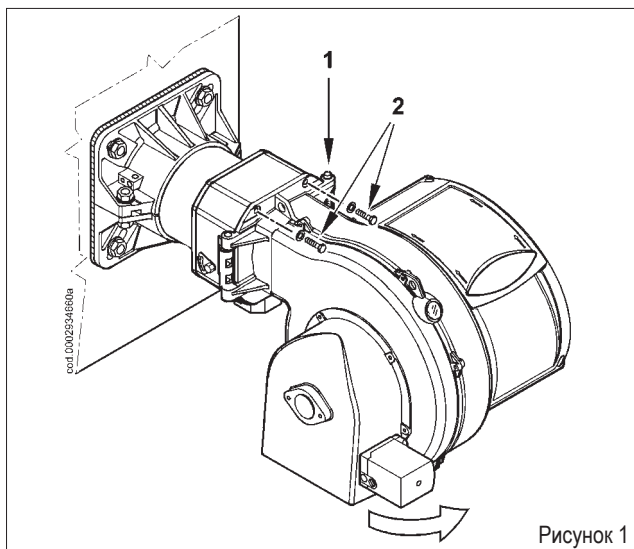

Рисунок 1
Отверните четыре винта (2) и поверните горелку вокруг штифта (1), расположенного в соответствующем шарнире (рисунок 1).